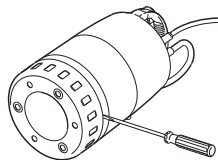

Рис. 11 Демонтаж всасывающего фильтра
3. Ослабьте всасывающий фильтр, вставив отвёртку между цилиндром насоса и всасывающим фильтром и повернув её. См. рис. 11.
2. Ослабьте всасывающий фильтр, вставив отвёртку между цилиндром насоса и всасывающим фильтром и повернув её. См. рис. 11.